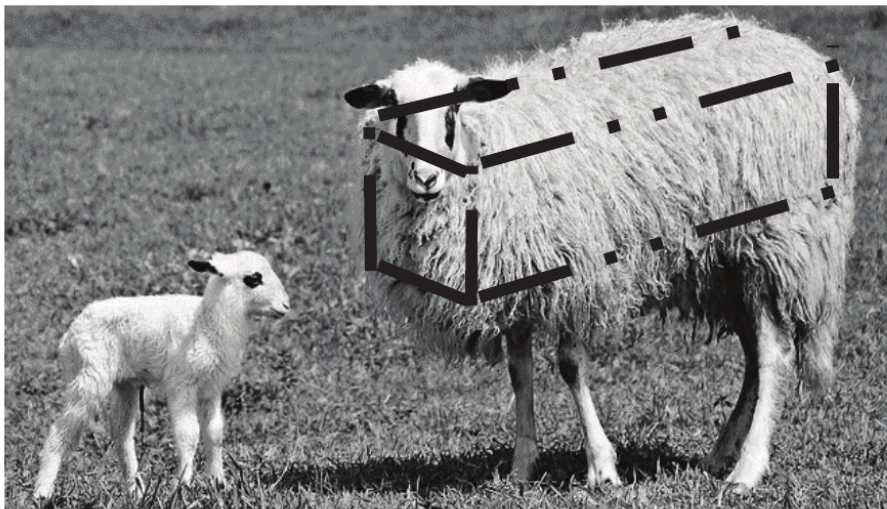
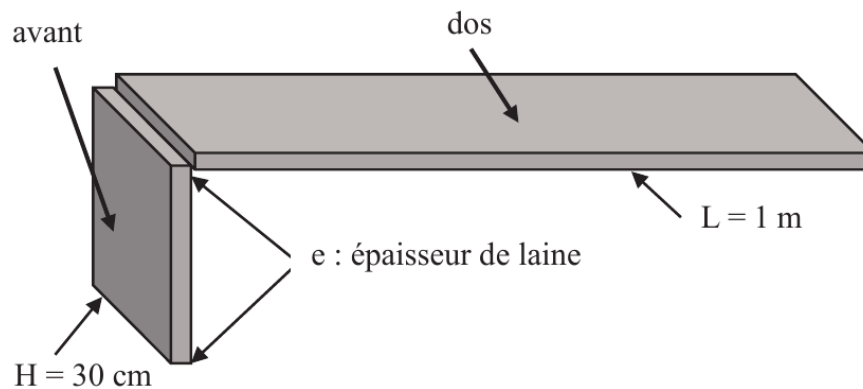

Figure 3 - Modélisation de la brebis
Figure 4 - Modélisation de la toison
On modélise la brebis debout par un parallélépipède plein, de température uniforme $\theta_{\text{eq}} = 39 \text{ °C}$, de longueur $L = 100 \text{ cm}$ et de section carrée de côté $H = 30 \text{ cm}$. Le corps de la brebis est entouré d'une épaisseur qui peut varier de $e = e_M = 10 \text{ cm}$ de laine avant la tonte à $e = e_m = 0,5 \text{ cm}$ après la tonte. La situation est représentée en **figure 3** et en **figure 4** (page 7).
- Q19.** Évaluer la diminution de surface en contact avec l'air par rapport aux brebis isolées dans les cas 1, 1', 2 et 2' en fonction de H et $X = L/H = 3,3$ (Longueur L et section carrée de côté H telles que définies dans la **figure 4**, page 7). Quel sera le cas de plus faible conductance thermique ? Dans quelle configuration les brebis ont-elles intérêt à se regrouper ? Quelle sera la diminution relative moyenne de métabolisme nécessaire au maintien de la température interne induite par le regroupement ? Certaines ont-elles intérêt à changer de place de temps en temps ?